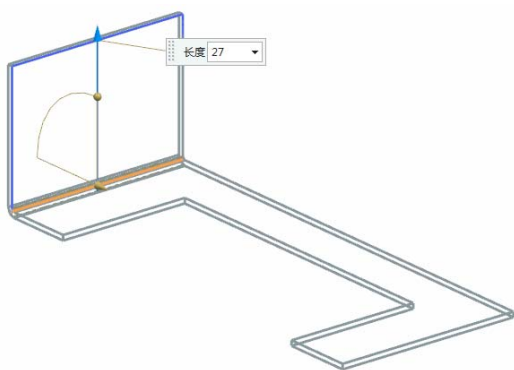

图 6-27 选择弯边
(2) 选择弯边，同时在视图区预览显示所创建的弯边，如图 6-27 所示。